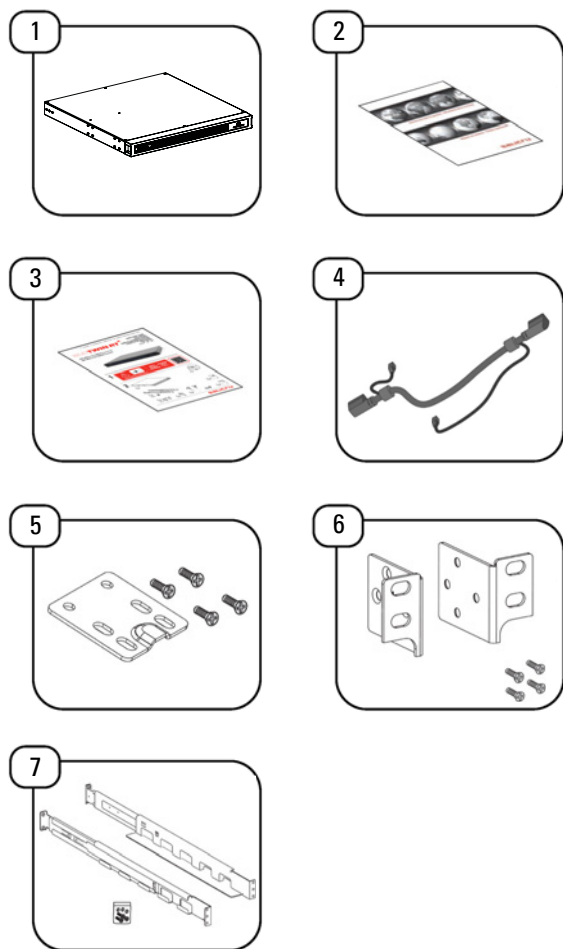

Fig. 9. Contenido del embalaje de los módulos de baterías (EBM).
2. Para instalar el equipo en un armario rack, es preciso emplear las guías laterales incluidas en el equipo para soportarlo (ítem 9 Fig. 9).
Conectar los módulos de batería en serie mediante los cables de potencia con RJ45 incorporado (ítem 4 Fig. 9), tal como se muestra en la siguiente figura:
Utilizar de las placas de metal suministradas (ítem 5 de la Fig. 9) para unir los distintos EBM con el SAI en caso de instalación en formato torre, tal como se muestra a continuación:
La conexión del módulo de baterías con el equipo se realiza mediante una manguera provista como accesorio en el módulo de baterías (ítem 4 Fig. 9).